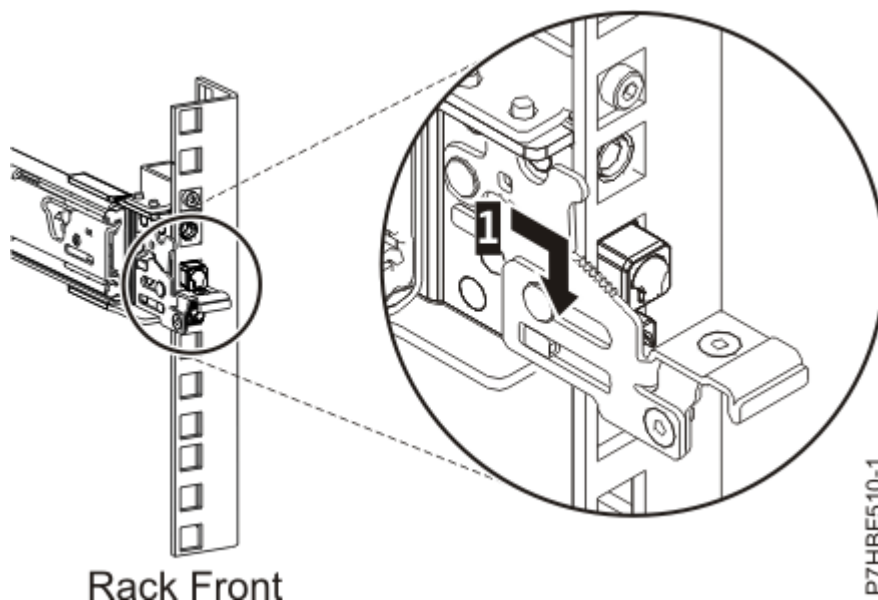

Рисунок 5. Штифты на передней направляющей стойки
6. Потяните направляющую вперед и вставьте три штифта в отверстия ранее отмеченного блока EIA. Опустите направляющую вниз (**1**), чтобы закрыть замок на среднем штифте. См. Рисунок 5 на стр. 6.